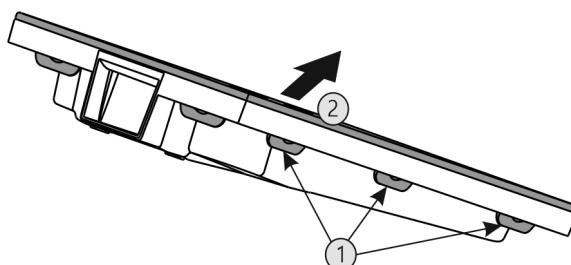

Fig. 82
- Vse spone Fig. 82 (1) pritisnite drugo za drugo in odstranite pokrov Fig. 82 (2).